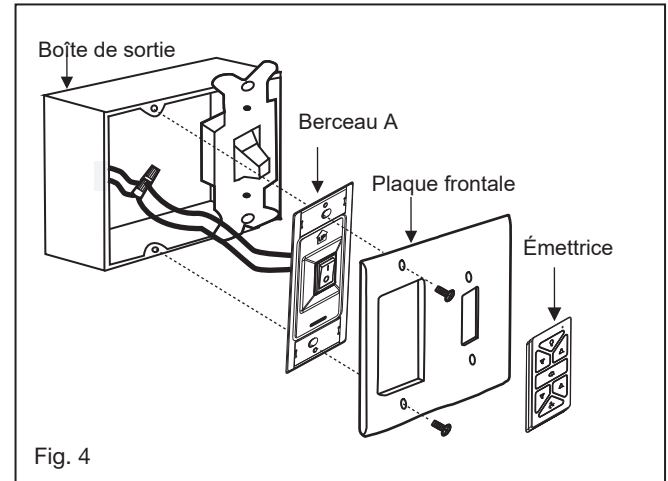

Fig. 4
4 Fixez le couvercle de la lame inférieure avec les vis de fixation du couvercle de la lame inférieure. (Fig. 4)
- 2 Connectez les fils noirs du commutateur dans le berceau A aux fils noirs dans le boîtier de commutation. Fil d'entrée chaud vers l'un des fils du commutateur du socle. Le fil d'alimentation du ventilateur est connecté au fil de l'interrupteur restant. (Fig. 4)
Un flux d'air VERS LE HAUT déplace l'air plus chaud de la zone du plafond, comme illustré à la figure 4. Cela vous permet de régler votre appareil de chauffage à un réglage plus frais sans affecter votre confort.